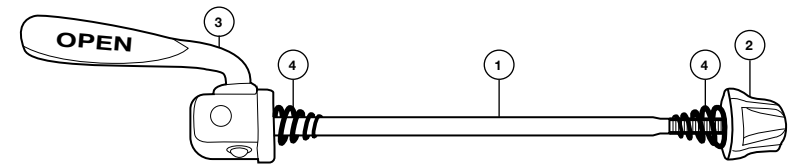

Abb. 14. Laufradachse mit Schnellspanner: ① Achse ② Kontermutter ③ Hebel ④ konische Feder
2. Achten Sie darauf, dass sich auf jeder Seite der Nabe eine konische Feder befindet und dass der kleinere Durchmesser der Feder nach innen zur Laufradmitte zeigt, siehe *Abb. 14*.